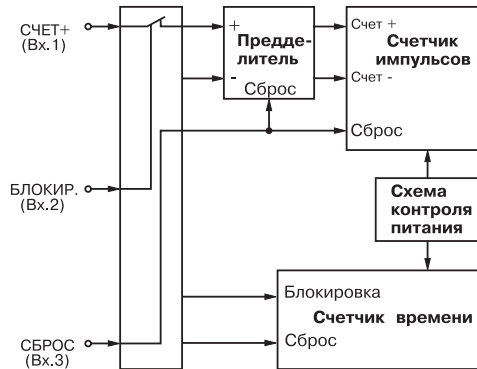

Рис. 11. Прямой счет импульсов с возможностью блокировки и сброса по отдельным входам
3.1.7.3. **Прямой счет импульсов с возможностью блокировки и сброса по отдельным входам** задается при значениях $inP=2$ (рис. 11).